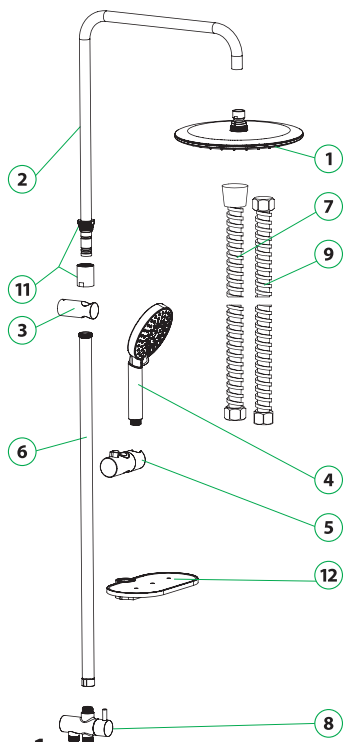

Рис.1
1. Соберите душевую стойку согласно рис. 1–13 (в зависимости от модели).